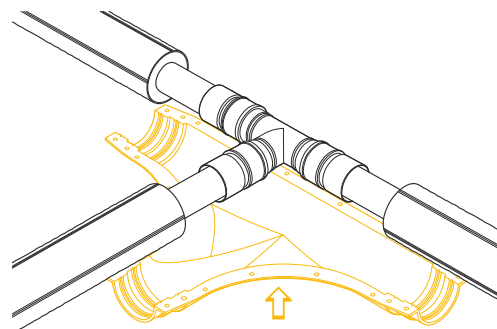

Рис. 4.7.3
3. Расположить нижнюю половину защитного кожуха под изолируемым тройником таким образом, чтобы она плотно прилегала к поверхности труб в местах нанесения герметика (рис. 4.7.3).